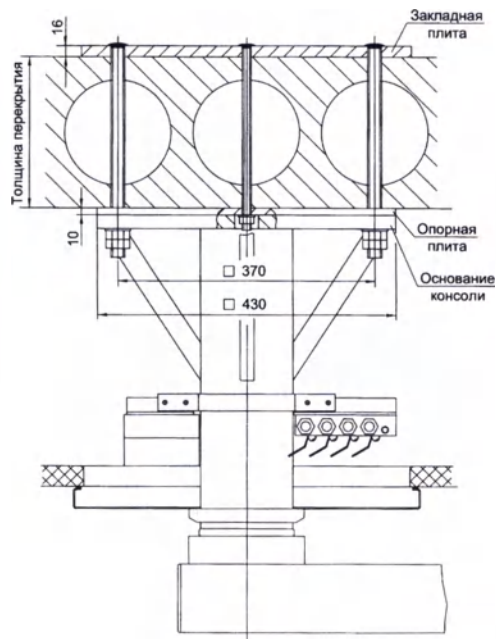

Рис. 9 Типовой вид крепления потолочных консолей
- 6.1. Основание консоли крепится к потолочному перекрытию помещения с помощью комплекта закладных крепежных деталей (см. табл.2). Согласно Рис. 9. На основании консоли также установлено (см.Рис. 2 и Рис. 3):
1. Местоположение крепления к потолочному перекрытию определяется проектом в соответствии с планировкой помещения. При выборе расположения отверстий в перекрытии необходимо учесть, что возможные направления оси симметрии угла поворота горизонтального плеча всегда проходят по центру квадрата расположения крепежных отверстий перпендикулярно сторонам квадрата. При креплении несущей конструкции консоли к потолочному перекрытию в конкретном помещении необходимо обратить внимание на указатель (наклейку) **центрального положения горизонтальных плеч**, который расположен на основании несущей потолочной трубы (см.Рис. 2). Поворотное горизонтальное плечо поворачивается относительно указанной оси (линии) на $\pm 165^\circ$. Для установки консоли в перекрытии просверливается 4 отверстия $\varnothing 28$ с расстоянием центров 370 мм (квадрат) и 1 отверстие в центре квадрата $\varnothing 18$. В просверленные отверстия вставляется закладная со шпильками, со стороны крепления консоли надевается опорная плита и закрепляется на центральной шпильке ($\varnothing 12$ мм). К остальным шпилькам ($\varnothing 18$ мм) крепится основание консоли. Типовой вид крепления приведен на (Рис. 9)